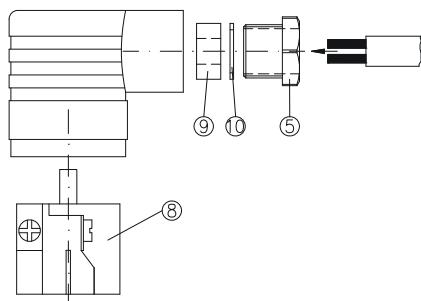

Fig. 10
- ↳ Introduire le câble de branchement par le passe-câble à vis ⑤, la bague de serrage ⑩ et la pièce en caoutchouc ⑨ dans la boîte de raccordement ② (→ Fig. 10).